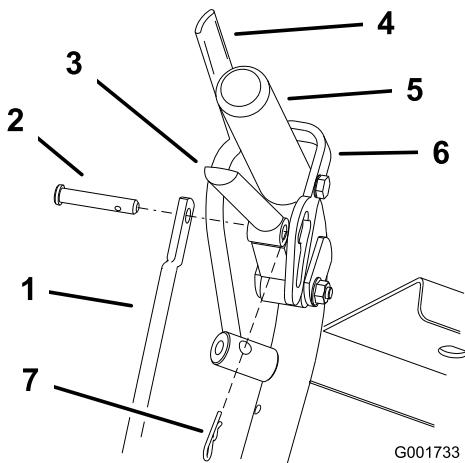

Figure 22
1. Retirez les goupilles fendues et les axes de chape des leviers de déplacement et des verrous du point mort (Figure 22).
6. Posez la goupille fendue entre les leviers de déplacement et les verrous de point mort, et dans les axes de chape (Figure 22).